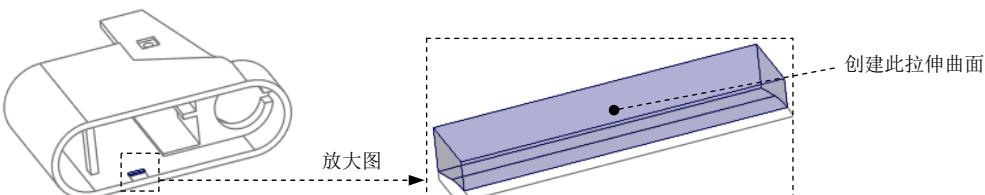

图 19.24 创建拉伸曲面
Step4. 通过拉伸的方法创建图 19.24 所示的曲面。